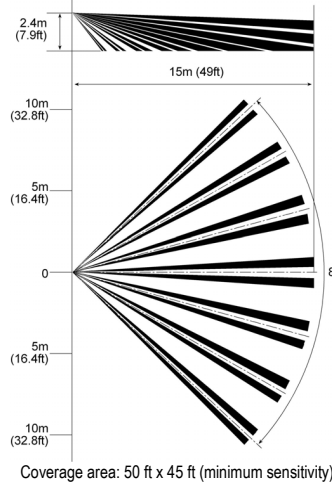

Fig 4A Lens Pattern I Patrón de la lente I Portée de la lentille I
Choose a location most likely to intercept an intruder. See detection pattern (Fig. 4A). The Quad high quality sensor detects motion crossing the beam; it is less sensitive detecting motion towards the detector. The LC-100-PI / LC-120-PI perform best when provided with a constant and stable environment.
- Connect wire to terminal block. (Fig. 4A)
NOTE: The "SENS" potentiometer may need to be adjusted to the Maximum position in order to achieve maximum area of coverage as indicated in Fig. 4A.
Esoja una ubicación en la que estime más probable la intercepción de un intruso. Véase el patrón de detección (Fig. 4A). El detector Quad de alta calidad detecta el movimiento que cruza el haz, y es menos sensible en la detección del movimiento hacia el propio detector. El LC-100-PI / LC-120-PI presenta un comportamiento óptimo en un entorno constante y estable.
- Conectar los alambres en los bloques de terminales. (Fig. 4A)
NOTA: Puede que tenga que ajustar el potenciómetro "SENS" a la posición Máxima para conseguir la máxima superficie de cobertura, tal y como se indica en la fig. 4A.
Choisissez l'emplacement le plus approprié pour intercepter un intrus. Voir la portée de détection (Fig. 4A). Le capteur Quad haute qualité détecte tout mouvement croisant le faisceau ; la détection du mouvement est moins sensible en se rapprochant du détecteur. Les performances du LC-100-PI / LC-120-PI sont optimales lorsqu'il se trouve dans un environnement constant et stable. Évitez les emplacements suivants
- Reliez le fil au bloc terminal. (Fig 4A)